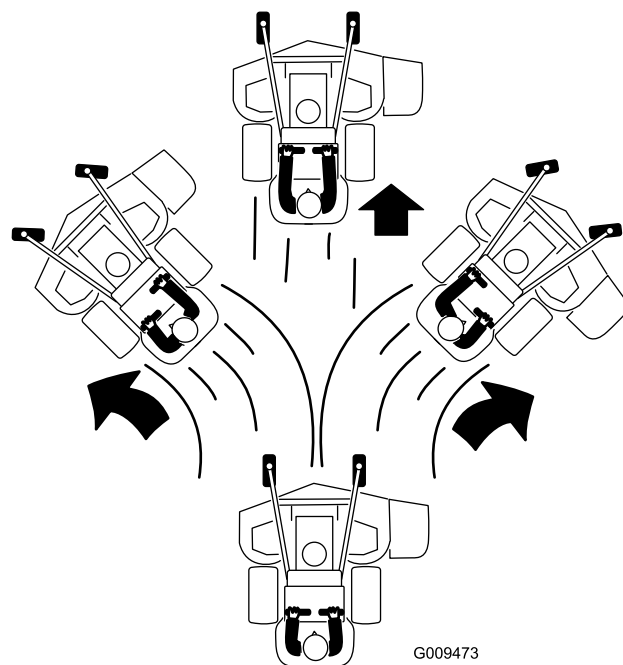

Figura 20
3. Empurre lentamente as alavancas de controlo de movimento para a frente (Figura 20).